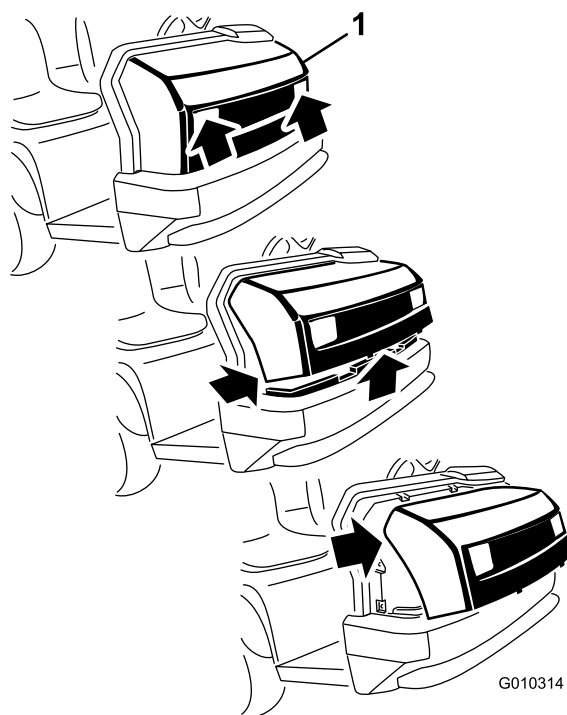

図 35
2. フードの下側を手前に持ち上げてから下に引っ張り、上側の取り付けタブをフレームの穴から外す (図 35)。
3. フードの上側を手前に倒し、ヘッドライトからワイヤコネクタを抜く (図 35)。
1. ヘッドライトの開口部でフードをつかみ、フードを持ち上げて、下側の取り付けタブをフレームの穴から外す (図 35)。